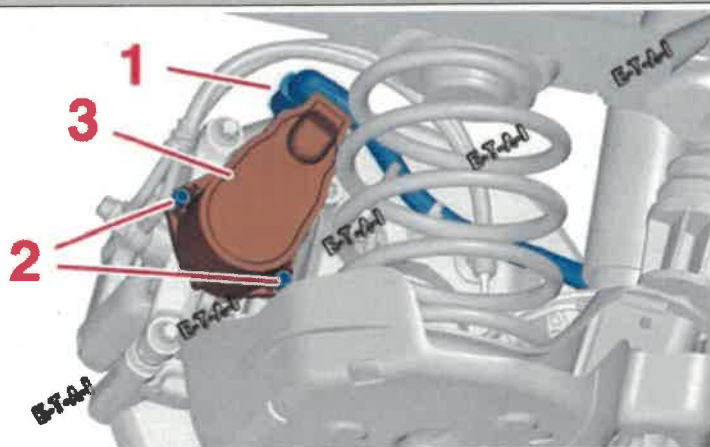

Fig. 1
- Débrancher le connecteur (1) (Fig. 1).